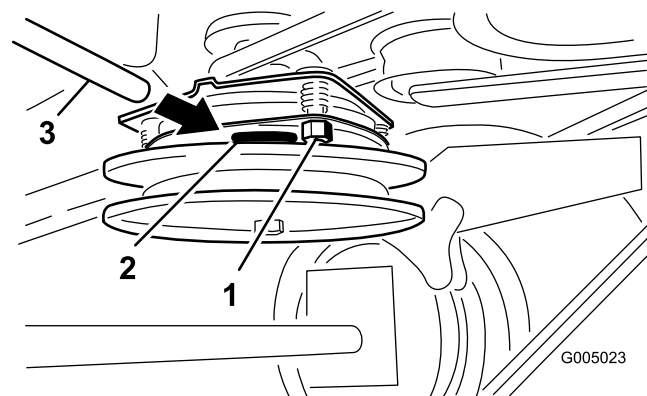

Figura 37
2. Apriete las contratuercas hasta fijar ligeramente la galga pero dejando que ésta se pueda mover con facilidad en la separación (Figura 37).